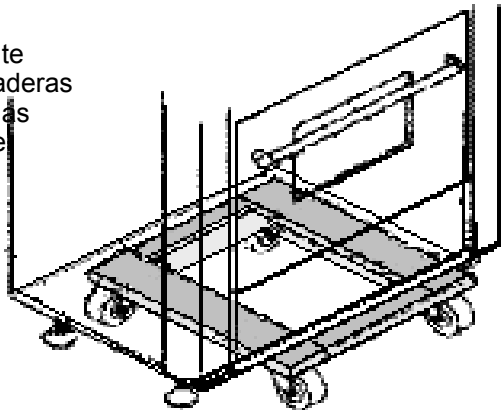

Figura 6: Posicionamiento de la Plataforma de Ruedas
- Debido al peso de la estufa, se debe usar una plataforma de ruedas suaves o un ascensor hidráulico para transportar este aparato. Se debe repartir el peso uniformemente en la plataforma (vea la *Figura 6*).